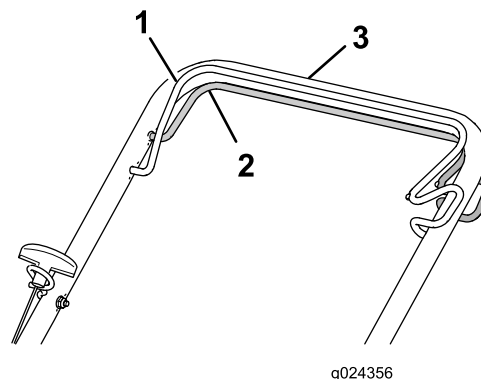

Figura 17
- **Engatar a transmissão autopropulsora:** Pressione a barra da transmissão autopropulsora contra a pega e segure (Figura 17).